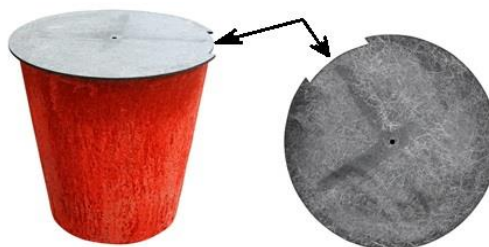

Рис. 3. Вырез в стальной плите устройства УАЗк-ССД.
3.2. Крышка антивандального устройства имеет специальный вырез для установки в корпус люка (рис. 3 и 4) по ГОСТ 8591-76.